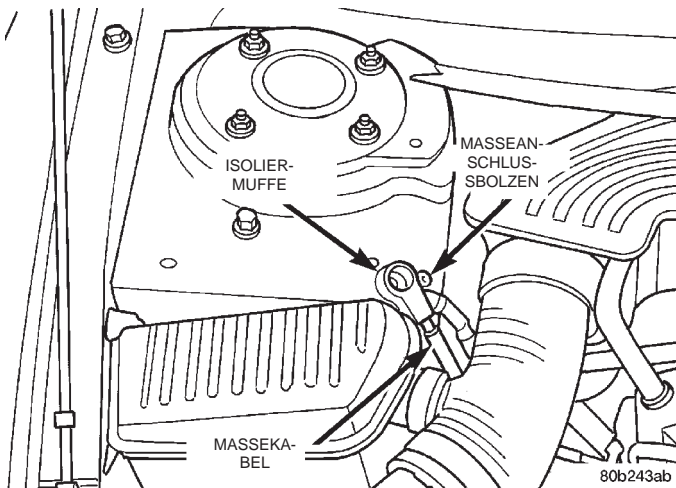

Abb. 8 Korrekt isoliertes Massekabel
(1) Massekabel der Batterie vom Masseanschlussbolzen am Federbeindom abschrauben. Zur Isolierung die Isoliermuffe des Kabels auf den Masseanschlussbolzen schrauben (Abb. 8).